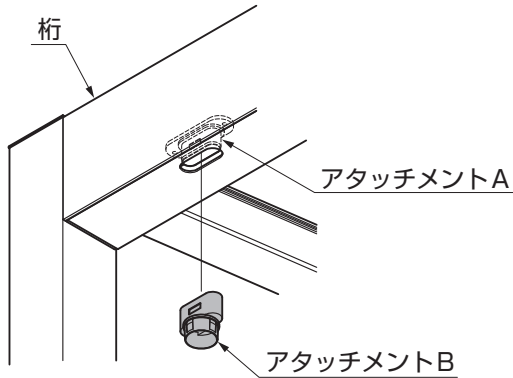

図8-1
- ①アタッチメントBをアタッチメントAにはめ込んでください。(図8-1参照)